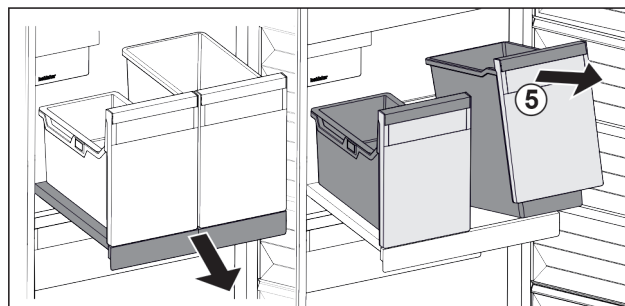

Fig. 104
- ▶ Spremnik Fig. 104 (5) podignite sprijeda.